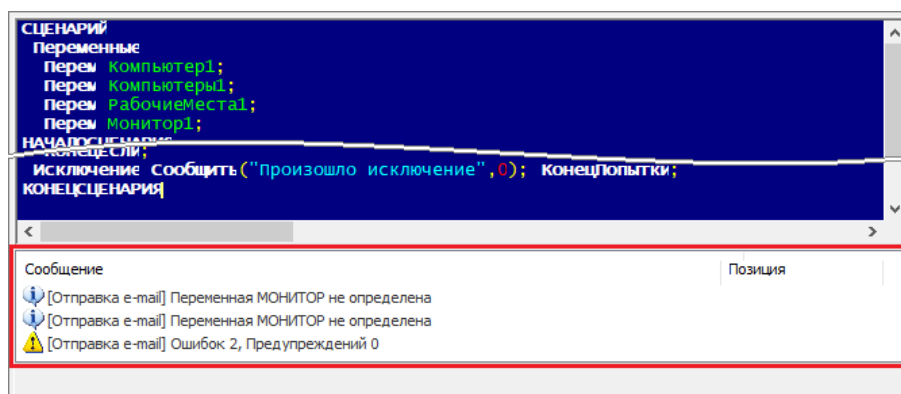

Рисунок 6-634 Результаты проверки корректности программного кода сценария управления в области сообщений об ошибках
- если в сценарии управления есть ошибки, в области сообщений об ошибках появится соответствующая информация (см. Рисунок 6-634), при этом предупреждения могут считаться ошибками, если в редакторе сценариев установлен флаг для признака «Считать предупреждения ошибками» (см. п. 6.3.5.1.2.3.3);